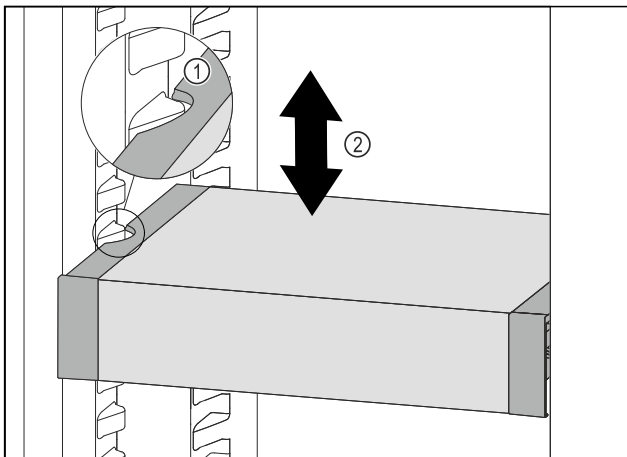

Fig. 123
- VarioSafe nach vorne ziehen, bis sich die seitlichen Aussparungen des VarioSafes auf Höhe der Behälterrippe im Kühlteil befinden. Fig. 123 (1)
- VarioSafe im Kühlteil nach oben oder unten bewegen, bis gewünschte Höhe erreicht ist. Fig. 123 (2)